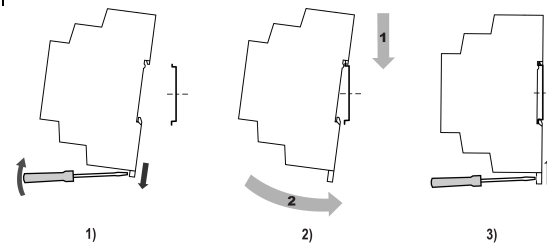

Рисунок 1 – Монтаж пристрою
2. Вставивши викрутку у вушко, відтягнути защіпку (див. *рисунок 1*, 1). Пристрій установити на DIN-рейку.
3. Пристрій притиснути до DIN-рейки (див. *рисунок 1*, 2, стрілки 1 і 2). Викруткою повернути защіпку у початкове положення.